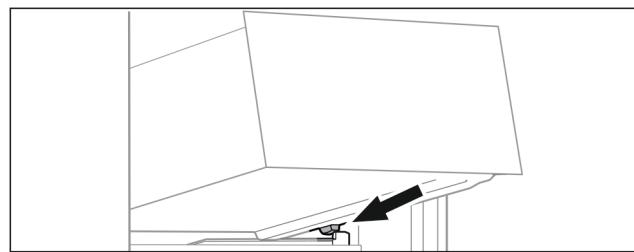

Fig. 70
- ▶ Наклоняя вниз, установите выдвижной ящик за стопоры на контейнерное ребро. (см. Fig. 70)